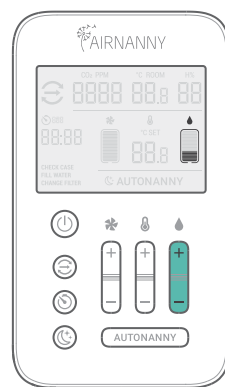

Рис. 11
1. Для регулировки используйте кнопки **[MIST DOWN]** и **[MIST UP]** (рисунок 11);
2. При нажатии кнопок **[MIST DOWN]** и **[MIST UP]** (рисунок 11) интенсивность увлажненного потока воздуха будет соответственно уменьшена или увеличена, если в этот момент не происходит изменения значений других параметров.